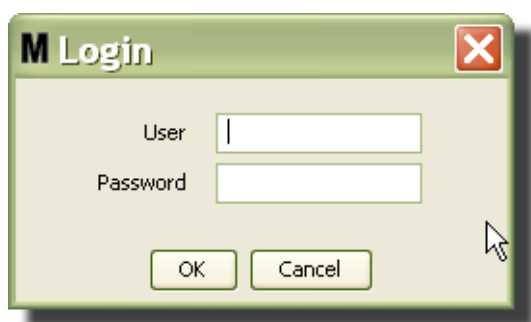

Рис. 184
3. Появится всплывающее окно (Рис. 184) для ввода имени пользователя и пароля.